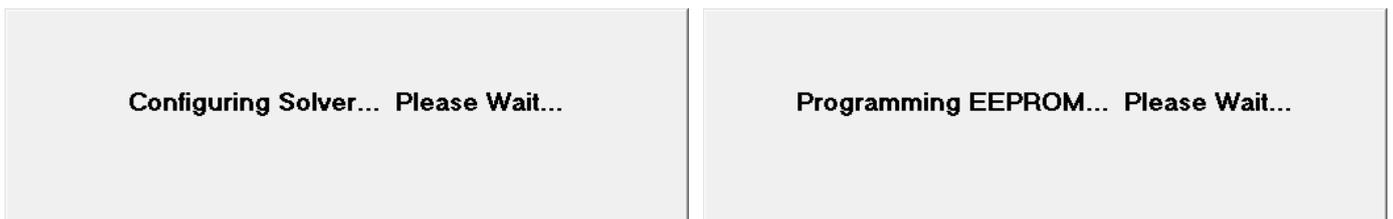

图 6.1.9 烧写过程提示
10、确认参数无误，则可点击下方的 Program 按钮，将该参数值写入芯片内部 ROM。该过程需要擦除芯片内部原有的数据，并写入新数据，故需要等待 2-3s，期间会有 Please Wait 信息提示，图 6.1.9，以确保编程器运行正常。